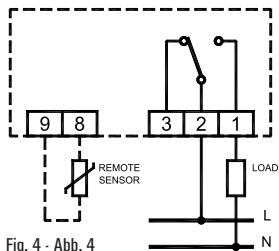

Fig. 4 - Abb. 4
- Eseguire i collegamenti elettrici seguendo lo schema di collegamento di Fig. 4.